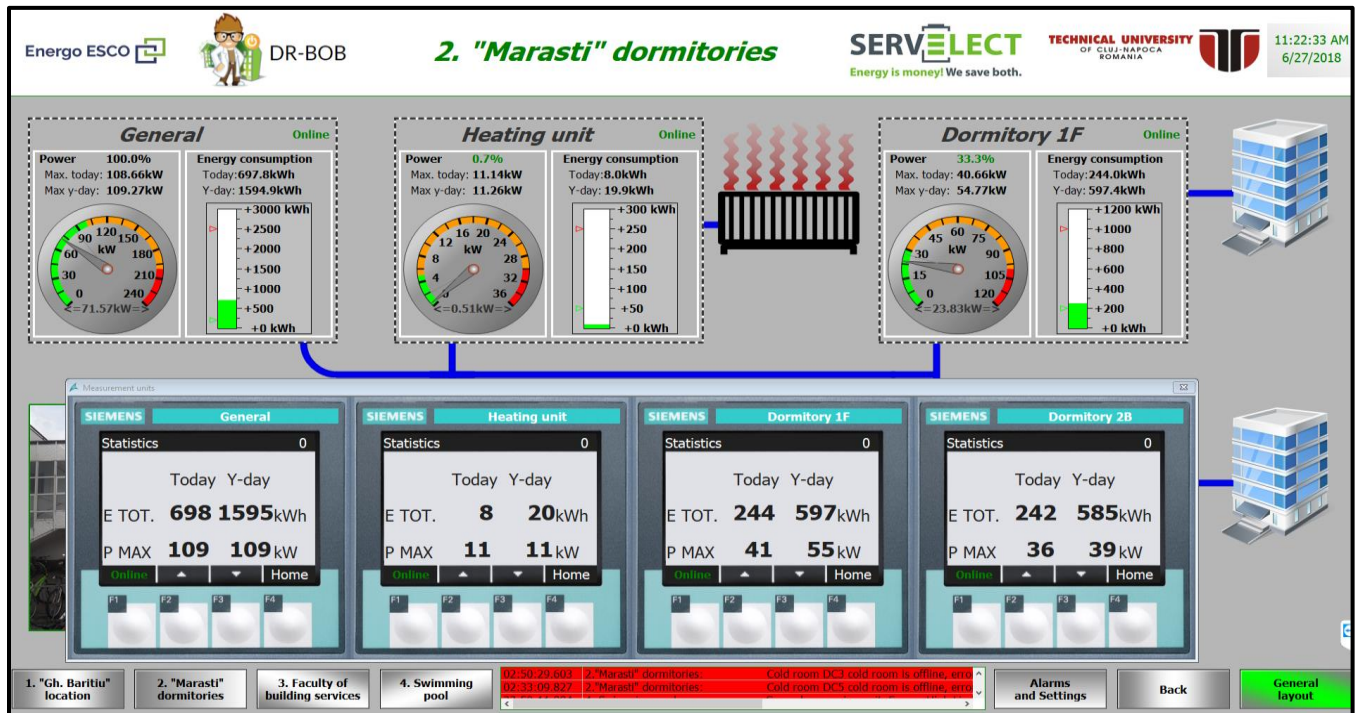

Fig.13b. PAC-uri Cămine Măraști
- PAC- conduce la fereastra din Fig.13b.